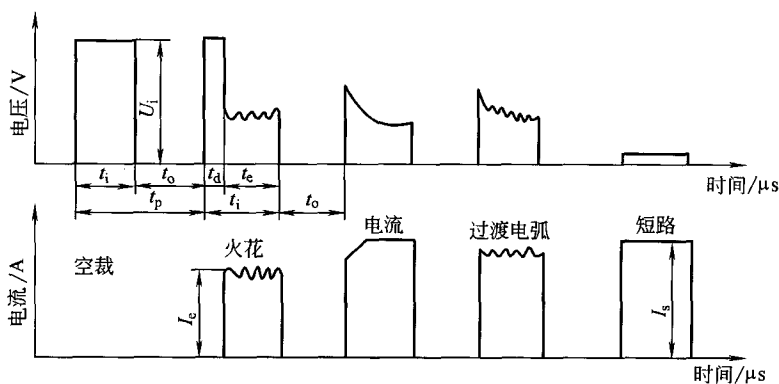

图 1-5 脉冲参数与脉冲电压、电流波形
(3) 脉冲电源 它给放电间隙提供一定能量的电脉冲，是电火花加工时的能量来源，常简称电源。
(4) 伺服进给系统 是指工具电极伺服进给、自动调节，使工具电极和工件在加工过程中保持一定的平均端面放电间隙。
(5) 工作液介质 电火花加工时，工具电极和工件间的放电间隙必须浸在有一定绝缘性能的液体介质中，此液体介质即称工作液介质或简称工作液。
(6) 电蚀产物 是指电火花加工过程中被电火花蚀除下来的产物。狭义而言，指工具电极和工件表面被蚀除下来的金属微粒小屑和煤油等工作液在高温下分解出来的炭黑，也称为加工屑。广义而言，电蚀产物还包括煤油在高温下分解出来的气体氢、甲烷等小气泡。
(7) 电规准、电参数 主要指电火花加工时选用的电加工用量、电加工参数，有脉冲宽度 t_i 、放电时间 t_e 、脉冲间隔 t_o 、峰值电压 U_i 、峰值电流 I_e 等脉冲参数，这些脉冲参数在每次加工时必须事先选定。
(8) 脉冲宽度 t_i 它是加到工具和工件上放电间隙两端的电压脉冲的持续时间（见图 1-5）简称脉宽。
(9) 脉冲间隔 t_o 它是两个电压脉冲之间的间隔时间（见图 1-5）简称脉间或间隔，也称脉冲停歇时间。
(10) 放电时间 t_e 它是工作液介质击穿后放电间隙中流过放电电流的时间，即电流脉宽，它比电压脉宽稍小，差一击穿延时 t_d （见图 1-5）。
(11) 击穿延时 t_d 从间隙两端加上脉冲电压后，一般均要经过一小段延续时间 t_d ，工作液介质才能概率性地被击穿放电，此时间称击穿延时（见图 1-5）。
(12) 脉冲周期 t_p 指一个电压脉冲开始到下一个电压脉冲开始之间的时间称脉冲周期，显然 $t_p = t_i + t_o$ 。（见图 1-5）。
(13) 脉冲频率 f_p 指单位时间内电源发出的脉冲个数。显然，它与脉冲周期 t_p 互为倒数，即
(14) 开路电压 U_i 是指间隙开路时电极间的最高电压，等于电源的直流电压，又称空载电压或峰值电压。
(15) 火花维持电压 是指每次火花击穿后，在放电间隙上火花放电时的维持电压，一般在 25V 左右，但它实际是一个高频振荡的电压（见图 1-5）。
(16) 加工电压 U 是指加工时电压表上指示的放电间隙两端的平均电压,它是多个开路电压、火花放电维持电压、短路和脉冲间隔等零电压的平均值,又称间隙平均电压。
(17) 加工电流 I 是指加工时电流表上指示的流过放电间隙的平均电流。
(18) 短路电流 I_s 是指放电间隙短路时电流表上指示的平均电流(因为短路时还有停顿时间内无电流)。
(19) 峰值电流 I_p 是指间隙火花放电时脉冲电流的最大值(瞬时),虽然峰值电流不易直接测量,但它是实际影响生产率、表面粗糙度等指标的重要参数(见图 1-5)。
(20) 正、负极性加工 是指加工时以工件为准,工件接脉冲电源正极(高电位端),称正极性加工,反之,加工件接电源负极(低电位端),则称负极性加工。
(21) 放电状态 是指电火花加工时放电间隙内每一脉冲放电时的基本状态。一般分为五种放电状态和脉冲类型(见图 1-5)。